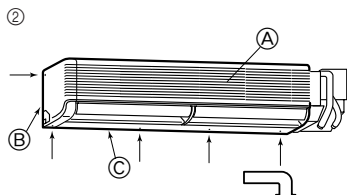

Fig. 3-8
- 2 Fjern de fem skruer, der er mærket med pilene i diagrammet. (Fig. 3-8)